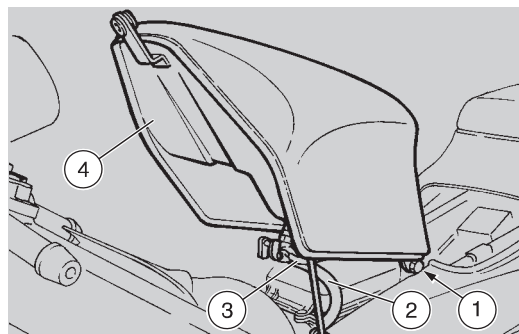

Abb. 39
- den Kraftstoffschlauch (2-Abb. 39) und den elektrischen Kabel (3-Abb. 39) abziehen ;
- die Kraftstoffbehälter-Befestigungsschraube und Mutter herausdrehen und abnehmen (1-Abb. 39);
- den Kraftstoffbehälter herausziehen (4-Abb. 39).